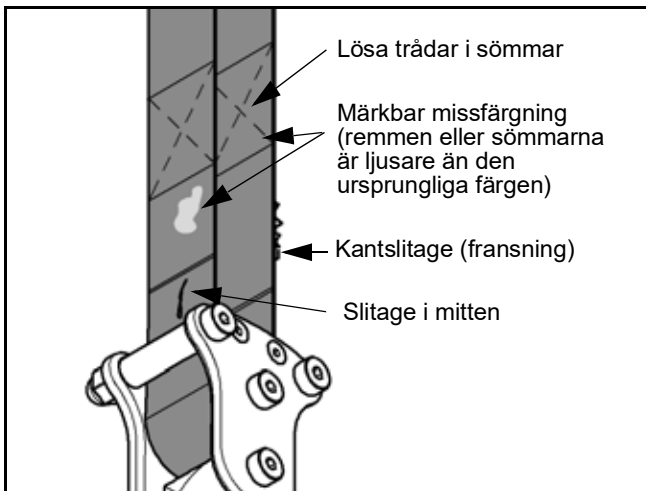

Fig. 33
- 2) Titta efter tecken på slitage eller missfärgning (se Fig. 33 nedan).